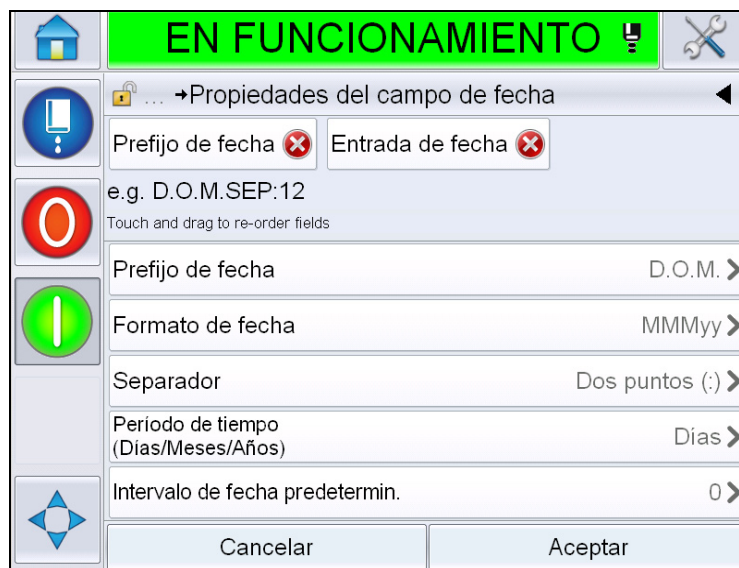

Figura 5-28: Página Date Field Properties (Propiedades del campo de fecha)
- 7 Muestra la página *Date Field Properties (Propiedades del campo de fecha)* (Figura 5-28).